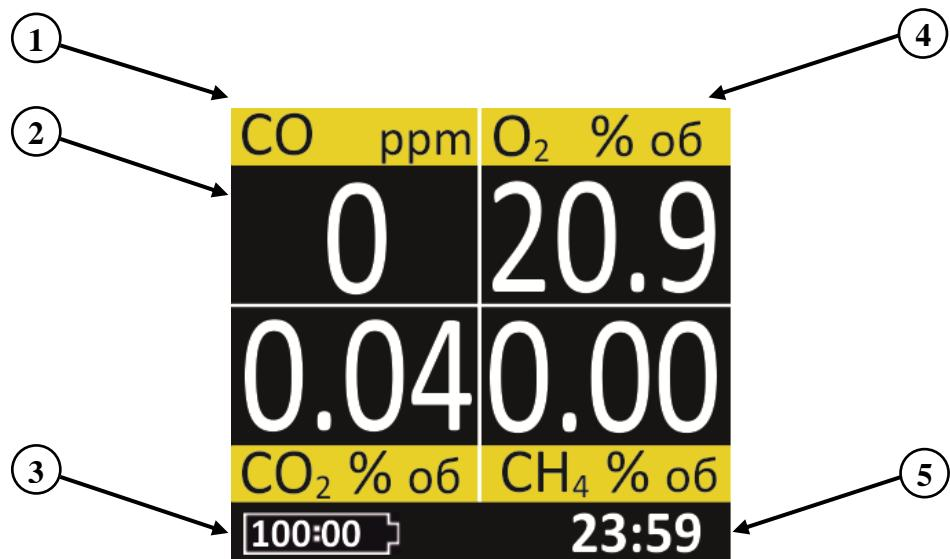

Рисунок 6. Дисплей в режиме измерения данных
- (рис.6).
На встроенном жидкокристаллическом дисплее отображаются следующие данные (рис.6):
В случае отсутствия измерительного канала, в зависимости от модификации прибора, поля 1, 2 и 4 (на рис.6) будут пустые для данного канала.